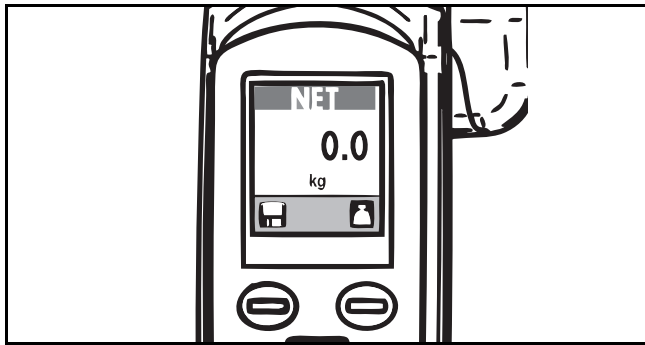

Fig. 63
- 3) Tryck på vågknappen för att nollställa vågen. Displayen visar nu nollvikt (se Fig. 63).